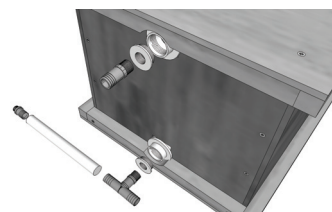

Fig. 8 - Assemblez les raccords *Raccord fileté*
- d. **Appliquez du ruban Teflon** généreusement sur les raccords filetés. Installez les raccords afin que le raccord en T pour l'entrée et la sortie soit au fond, et que le raccord de 1" prévu en cas de débordement et d'aération soit en haut. (Les raccords droits sont inclus, vous pouvez acheter des raccords coudés ou T dans la plupart des magasins de bricolage pour quelques dollars) (Fig. 8)